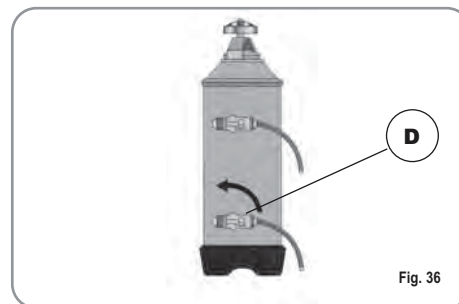

Fig. 36
3) Repositionner alors le levier D vers la gauche (Fig. 36).